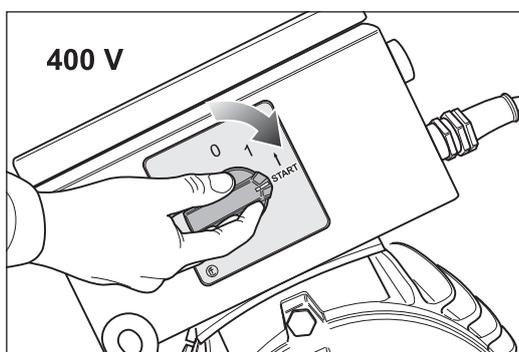
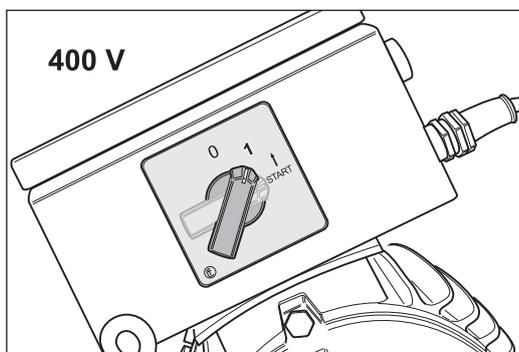

Abb. 13 Zum Einschalten den Schalterknopf am Motor auf die Position -START- drehen.
Abb. 14 Nach Anlauf des Motors den Schalterknopf loslassen. Er nimmt automatisch die Position -1- ein.
- Drehen Sie zum Einschalten der Maschine den Schalterknopf am Motor auf die Position -START- (Abb. 13) und lassen Sie nach Anlauf des Motors den Schalterknopf los. Er nimmt automatisch die Position -1- ein (Abb. 14).